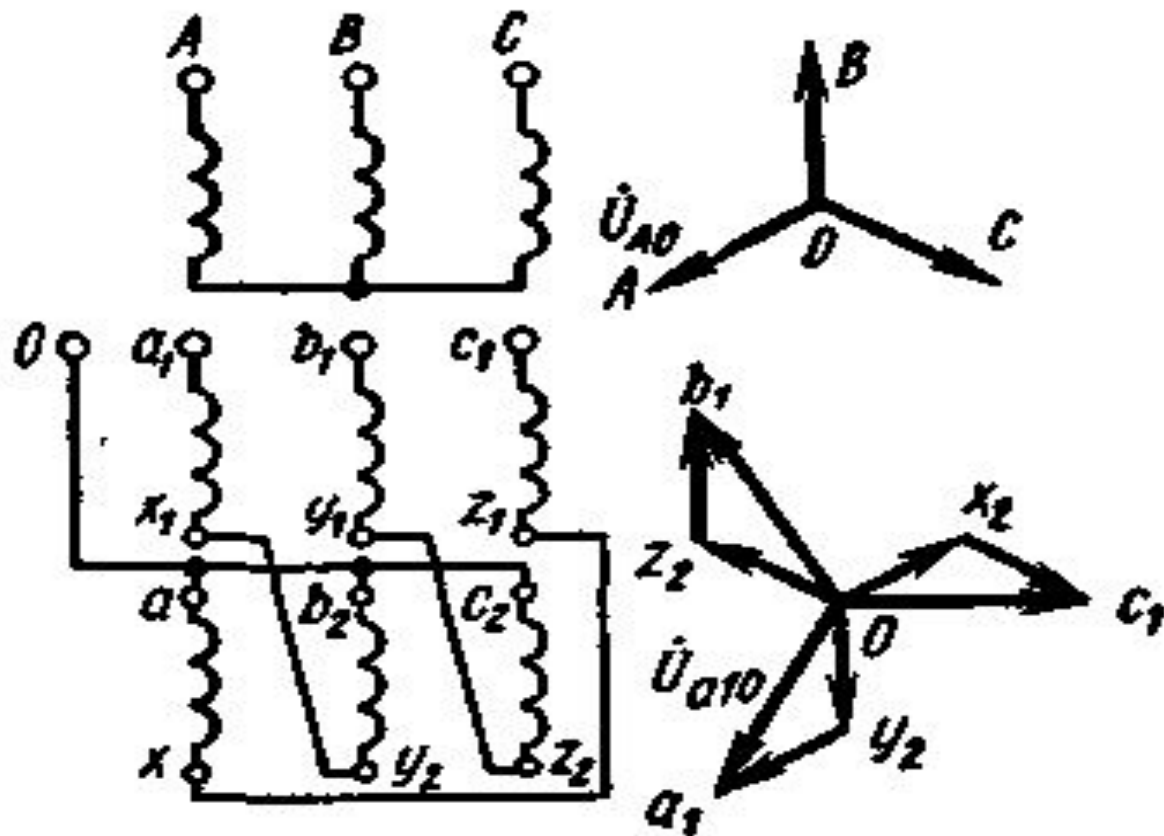

Рис. 8
- При соединении обмотки НН по схеме Z_H , а обмотки ВН по схеме У фазные напряжения обмотки НН сдвинуты относительно соответствующих фазных напряжений обмотки ВН (например, \dot{U}_{a10} относительно \dot{U}_{A0}) на угол 330° , т. е. при таком соединении будет *одиннадцатая группа* (рис. 8).